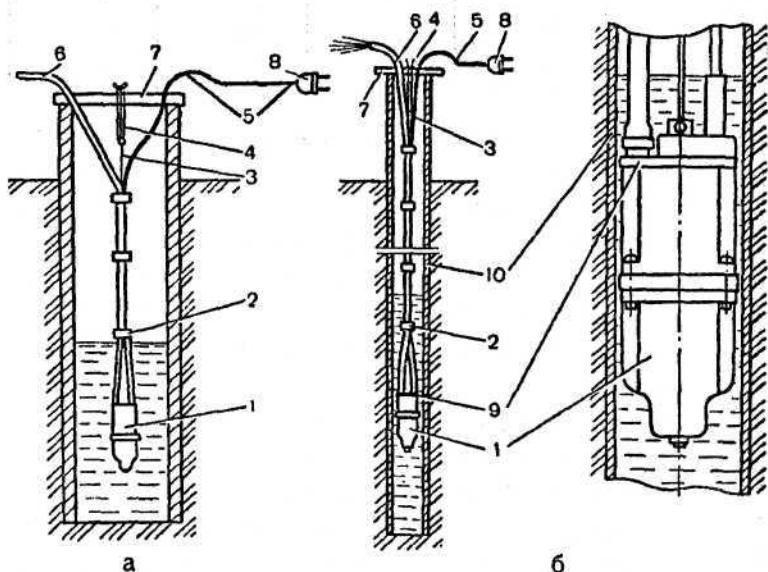

Рис. 3. Установка электронасоса «Малыш»:
• *Электромагнитные (вибрационные) насосы* предназначены для подъема воды из колодцев и трубчатых скважин при их непосредственном погружении в воду без предварительной заливки водой. Питаются насосы от однофазной сети переменного тока при длительном режиме работы. Пример установки электронасоса «Малыш» показан на *рис. 3*.